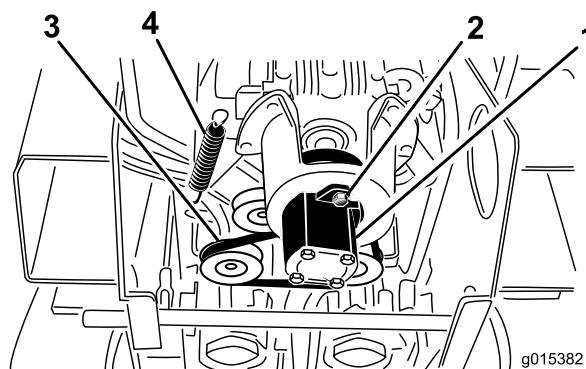

Figura 52
5. Allentate i 2 bulloni della pompa (Figura 52).
6. Ruotate la pompa in senso antiorario e lasciatela uscire dalla puleggia (Figura 52).
7. Servendovi di un tiramolle (contattate il vostro Centro Assistenza Autorizzato) o di un gancio metallico rigido, tirate l'estremità della molla della puleggia tendicinghia per allentare la tensione sulla cinghia (Figura 52).